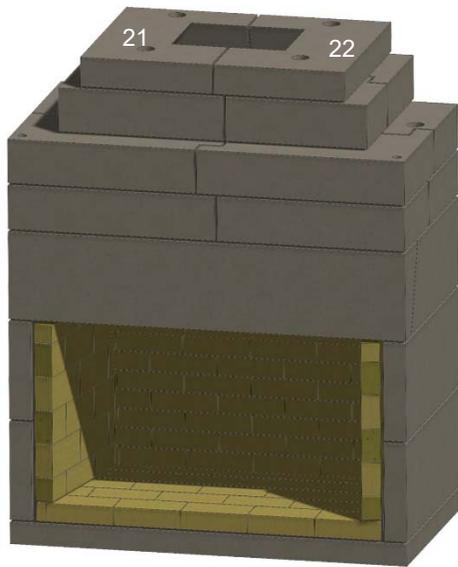

Figure 16. Capuchon de gorge
L. Installez les pièces du capuchon de la gorge, articles 21 et 22. Voir la figure 16.